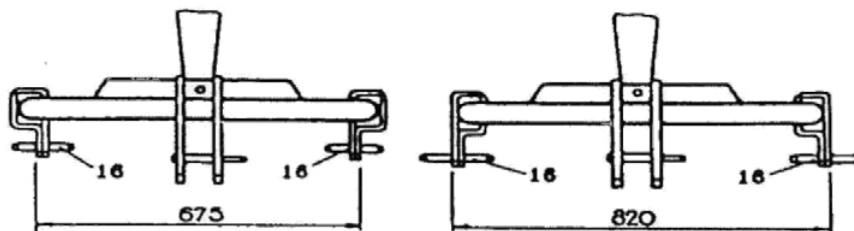
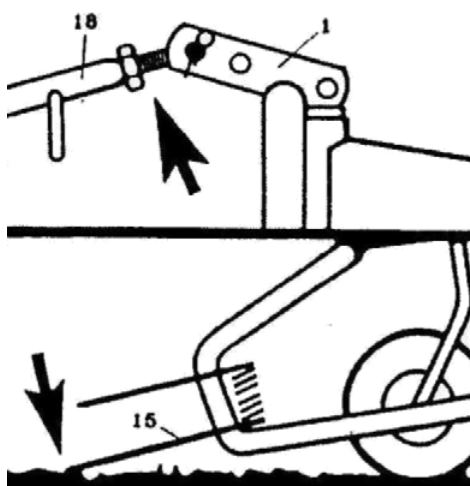
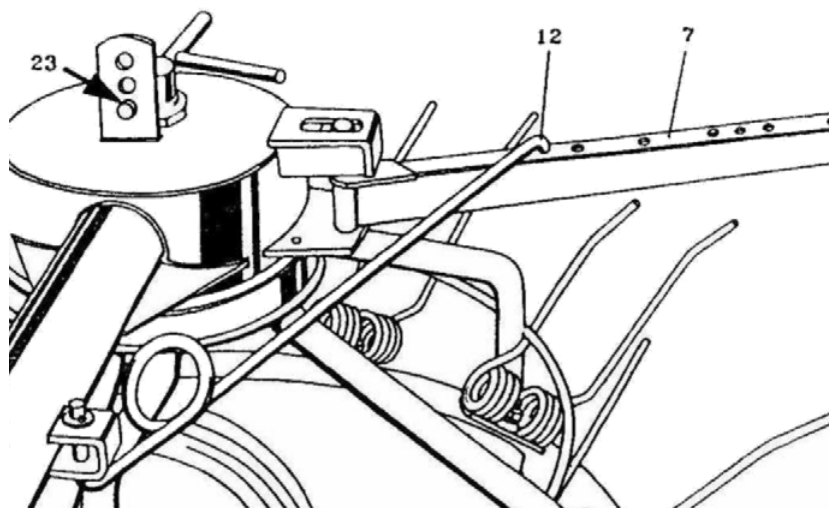

Fig. 3 - Ruimte tussen de pennen van de onderste beugels van het driepuntsframe
Fig. 7 - De harktanden instellen
Fig. 8 - De hoogte van de rotors instellen - onderste gat
- Rotors (4) en (5) met tanden kunnen zich haaks op de rijrichting aanpassen aan het grondoppervlak dankzij de beweegbare onderste beugels (16) (Fig. 3) en wielen (14).
- Het vermogen wordt van de tractor overgebracht op de rotors (4) en (5) door middel van de aftakas (13) en de in het hoofdframe (3) geplaatste kruisende as-tandwielen.
- Harktanden (15) kunnen worden ingesteld voor schudden of harken. De tanden komen omlaag in de werkstand door de centrifugaalkracht wanneer de omwentelingen van de aandrijfas van de tractor tussen de 350 en 540 tpm liggen.
- De scheider (8) voorkomt dat het gewas van de ene rotor naar de ander wordt geworpen.
- De schermen (6) en (7), die worden vastgezet met de begrenzers (12), zorgen ervoor dat het geschudde of geharkte gewas binnen de gewenste breedte blijft.
- Voor de veiligheid is de HB 275 uitgerust met beschermende bogen (9) en (10).
1. Pas de plaatsing van de onderste beugels (16) van het driepuntsframe (1) aan de driepuntsophanging van de tractor aan (Fig. 3).
2. Zet de onderste trekstangen van de driepuntsophanging van de tractor waterpas, zodat het driepuntsframe (1) niet slingert. Dit voorkomt dat de aftakas (13) het driepuntsframe (1) raakt.
3. Gebruik afhankelijk van de lengte de voorste of achterste gaten van het driepuntsframe (1) om de topstang van de driepuntsophanging van de tractor vast te maken (Fig. 7).
4. Bevestig het driepuntsframe (1) aan de driepuntsophanging van de tractor volgens de handleiding van de tractor.
De uiteinden van de onderste armen van de dubbele harktanden (15) (Fig. 7) moeten tijdens het draaien de stoppels raken. Pas de stand van de rotors aan als ze de stoppels niet raken of in de grond steken. Wanneer de tanden in de grond steken:
- Pas de stand van de rotors aan door de hoogte van de rotors ten opzichte van de wielen (Fig. 8 en 9) en de lengte van de topstang (18) aan te passen (Fig. 7).
- Stel de hoogte van de rotors zo in dat de vergrendelingen (23) (Fig. 8) in de onderste gaten vallen. Gebruik de hogere gaten als het gewas kort en zwaar is.
- Rijd de tractoren iets vooruit tot het middelste gat (22) in het driepuntsframe (10) (pijl in Fig. 8) zichtbaar wordt. In die positie zijn de rotors het verst naar de grond gekanteld. Schakel nu het maximale toerental in (350 - 540 tpm). Het uiteinde van de tanden zou de grond moeten raken (Fig. 7). Als de tanden de grond niet raken of in de grond steken, verander dan de lengte van de topstang.
- Rijd de tractors iets vooruit tot het middelste gat (22) in het driepuntsframe (1) (pijl in Fig. 8) zichtbaar wordt. In die positie zijn de rotors het verst naar de grond gekanteld. Schakel nu het maximale toerental in (350 - 540 tpm). Het uiteinde van de tanden zou de grond moeten raken (Fig. 7). Als de tanden de grond niet raken of in de grond steken, verander dan de lengte van de topstang.